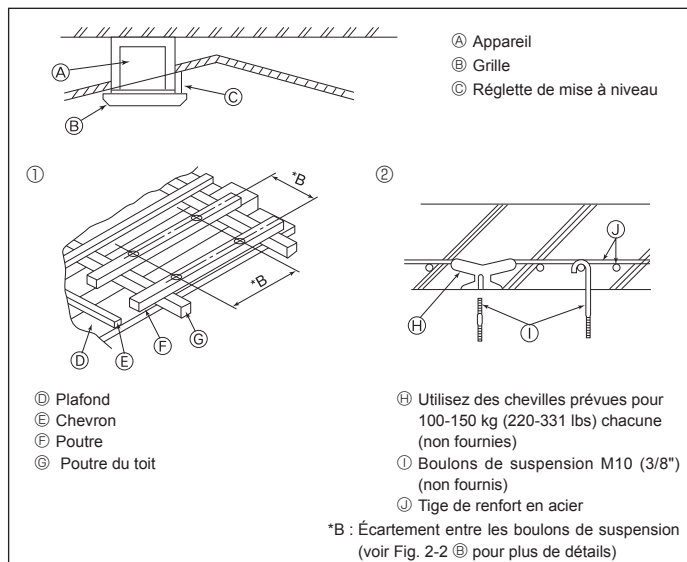

Fig. 2-4
2.4. Structure de suspension (Construisez une structure renforcée à l'endroit de suspension de l'appareil) (Fig. 2-4)
- ① Structures en bois
② Structures en béton armé